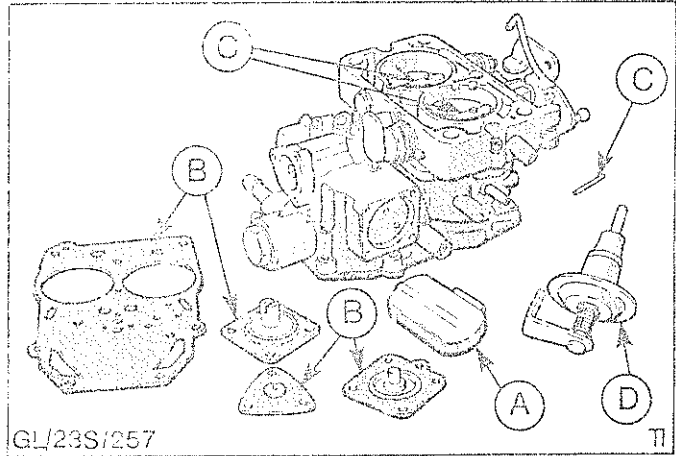

Abb.21 Zu prüfende Teile
11. Vergasergehäuse und Einzelteile überprüfen. Abb.21 zeigt die wichtigsten Teile, die überprüft werden sollen: